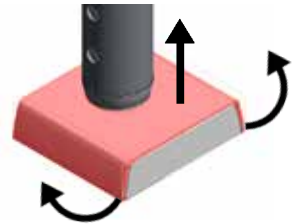

Fig. 3
- ⇒ Bøy dekselet litt opp til høyre og venstre og skyv det oppover (fig. 3).